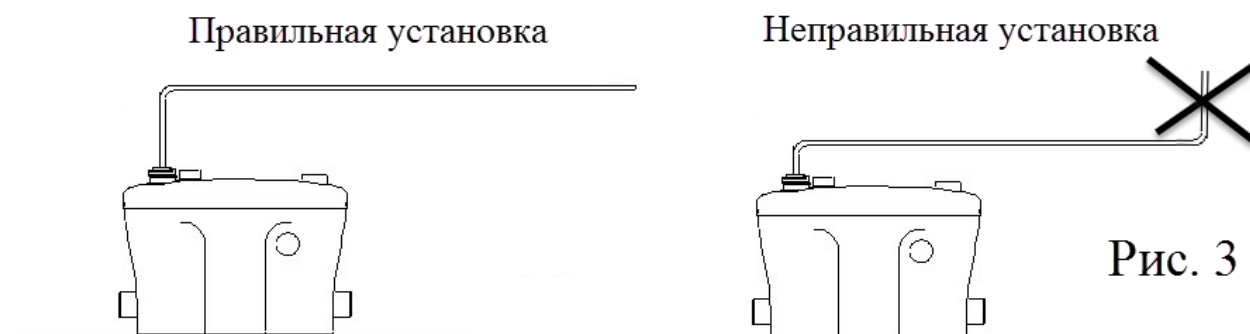

Рис. 3
3. После горизонтальной части напорного трубопровода не должно быть вертикальной части! Вертикальная часть трубопровода всегда должна предшествовать горизонтальной (Рис. 3).